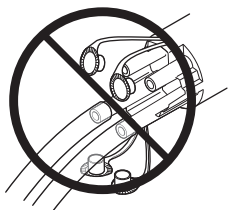

Figure 5 Fermer tous les ports inutilisés
4. Fermer tous les ports inutilisés du collecteur avec les capuchons correspondants (Figure 5).